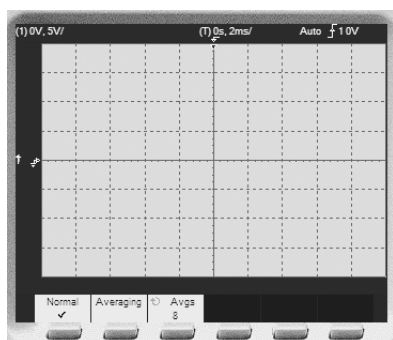

图 6-56 显示区显示数据
1) 单击  按钮，显示区显示如图 6-56 所示的选项设置。